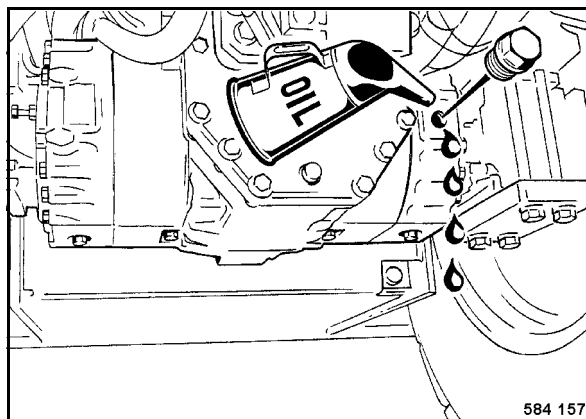

Fig. 154
- Desenroscar el tapón de control (Fig. 154) y comprobar el nivel de aceite.